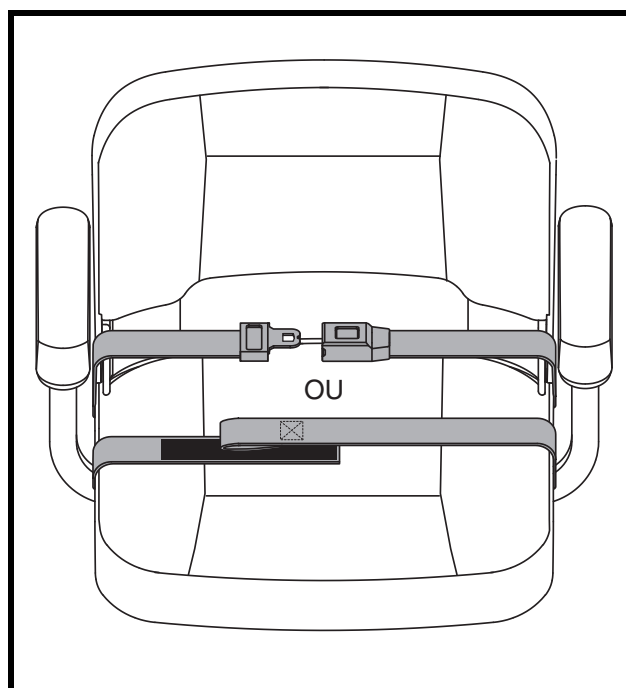

Figure 19. Ceinture de positionnement—De type attache in métal ou Ceinture de positionnement—Crochet réutilisable et boucle de fixation
1. Insérez l'onglet de la ceinture côté droit dans la boucle de ceinture côté gauche jusqu'à ce que vous entendiez le «clic». **Voir la figure 19.**
1. Alignez les deux côtés de la ceinture en plaçant les deux bouts directement au-dessus du côté de l'attache («crochet») du côté opposé de la ceinture. Pressez fermement ensemble pour attacher. **Voir la figure 19.**